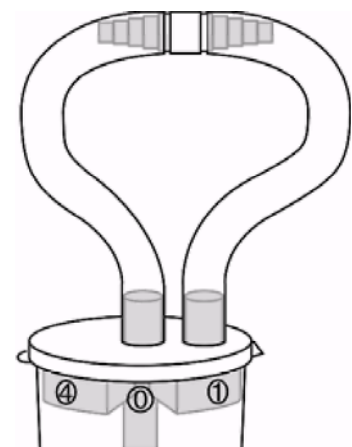

Abb. 4
- Biegen Sie den mittleren Schlauch zum Außenschlauch und setzen Sie den doppelendigen männlichen Adapter ein, um beide Schlauchenden zu verbinden. Polypenfalle richtig verschlossen wie abgebildet (Abb. 4).